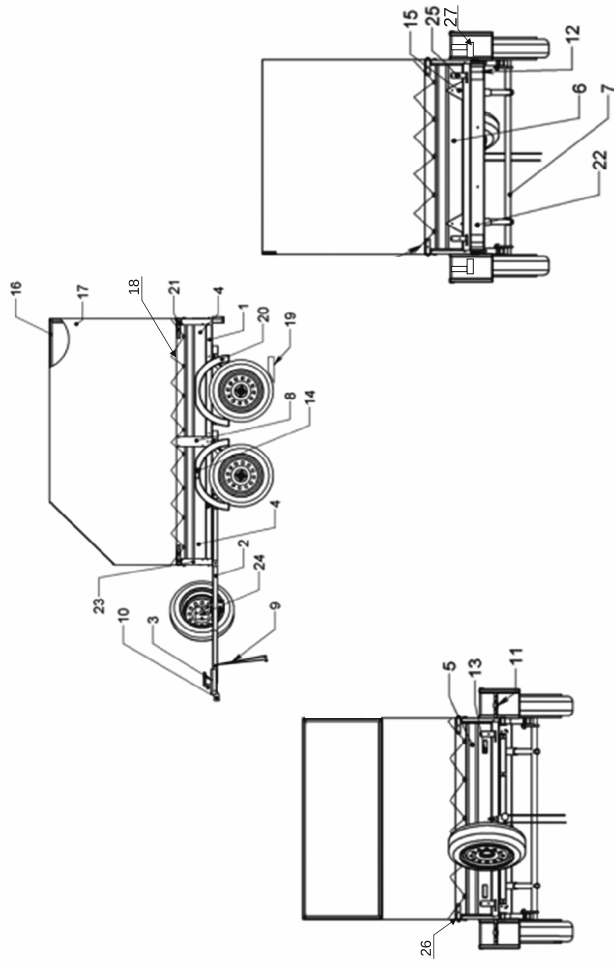

Рис. 1. Общий вид прицепа.
4.1. Общий вид прицепа и его составные части показаны на (рис.1.)